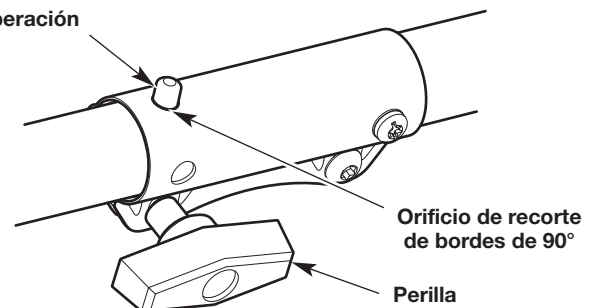

Fig. 16
1. Gire la perilla en el sentido contrario a las agujas del reloj para aflojar el acoplador (Fig. 16).
2. Oprima y mantenga apretado el botón de liberación (Fig. 16).
3. Rote el accesorio hasta que el botón de liberación entre a presión firmemente dentro del orificio de rebordes de 90° (Fig. 16).
4. Gire la perilla en el sentido de las agujas del reloj para apretar el acoplador (Fig. 16).